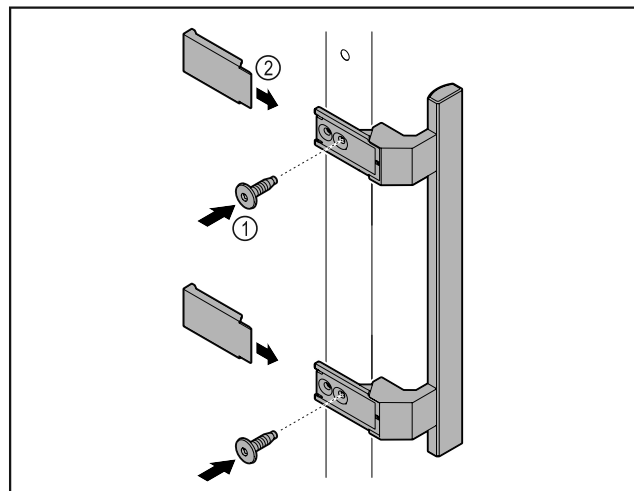

Fig. 7
- ▶ Colocar en la puerta el tirador del kit de accesorios con los tornillos incluidos Fig. 7 (1).
- ▶ Colocar las cubiertas Fig. 7 (2).